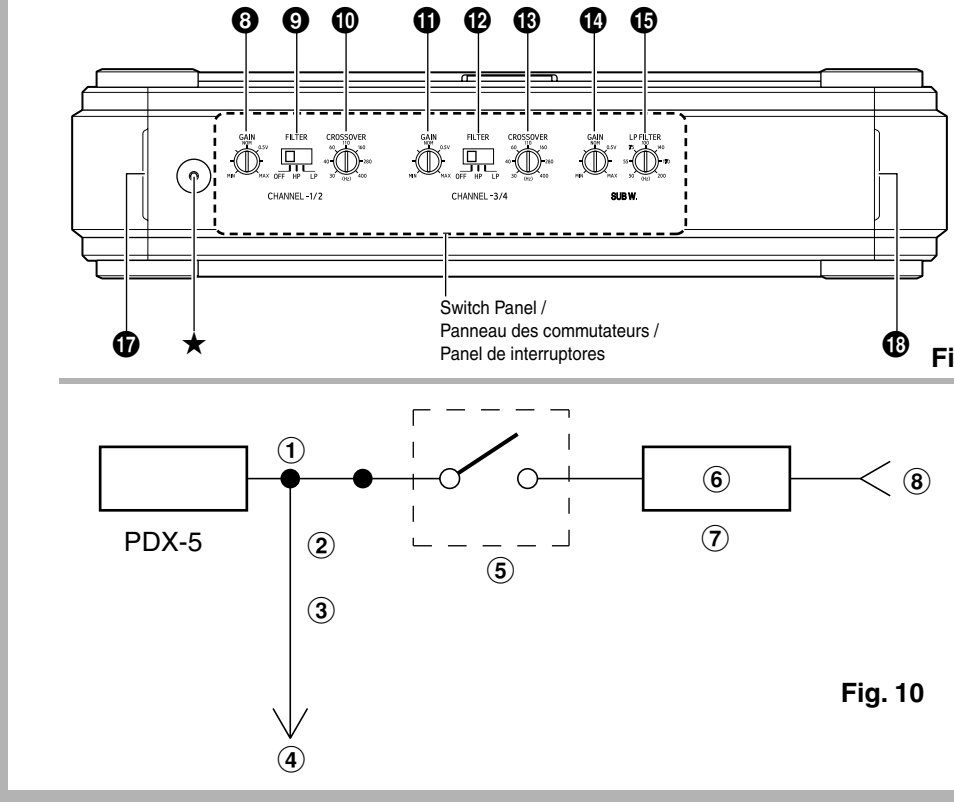

Fig. 10
**CONNECTION CHECK LIST (Fig.10)**
- Please check your head unit for the conditions listed below: (Fig. 10)
**Liste de vérification des connexions (Fig.10)**
- Prêre de vérifier les points énumérés ci-dessous concernant l'unité principale: (Fig. 10)